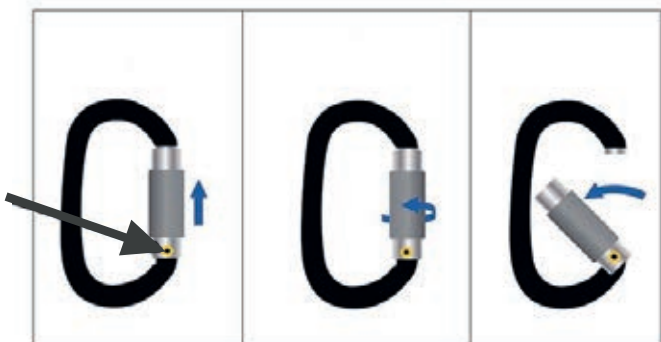

Fig. 3
3. För att öppna karbinhaken med trippel-låssystem fortsätter du så som visas till vänster. Se fig. 3.